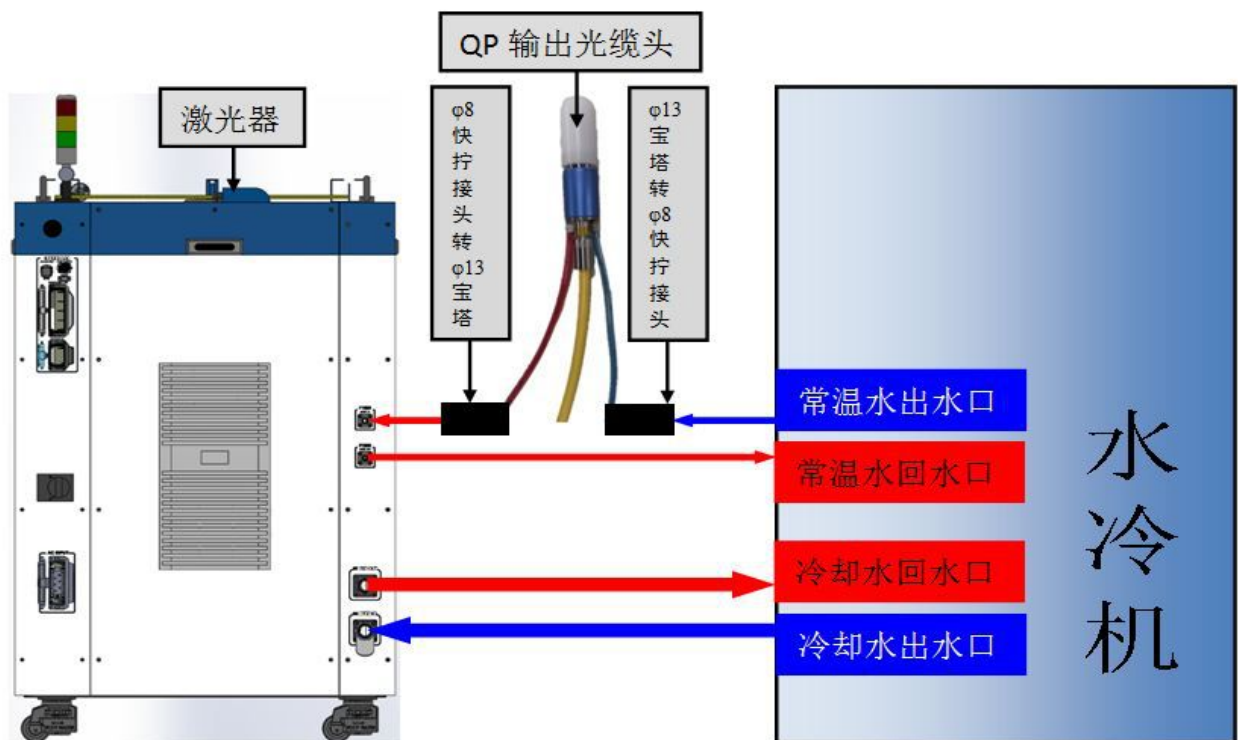

图 17 激光器冷却系统连接示意图
- a) 激光器冷却水连接如图 17 所示（以 C15000TZ 为例），箭头方向表示水流方向；